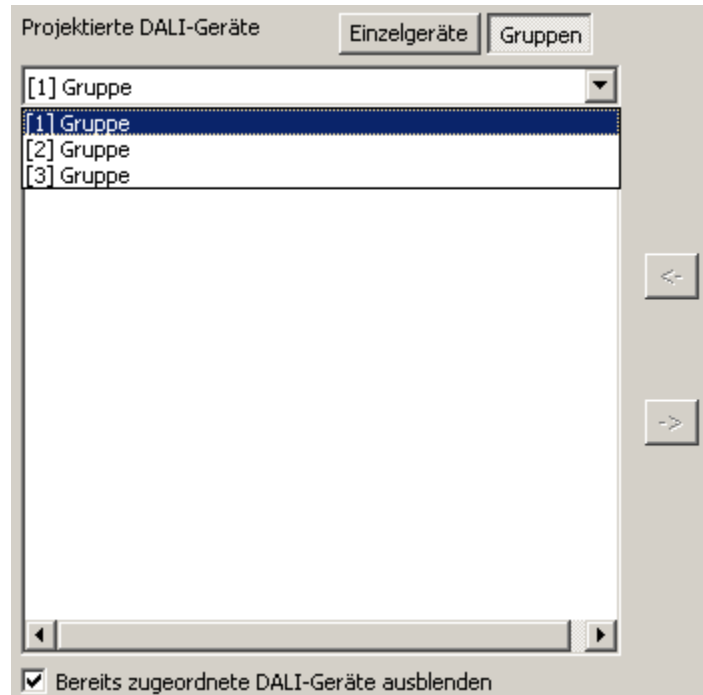

Bild 63: Gruppe auswählen
- Im linken Teilbereich der DALI-Inbetriebnahmeumgebung die erforderliche Gruppe auswählen, zu der Betriebsgeräte hinzugefügt werden sollen (Bild 63).